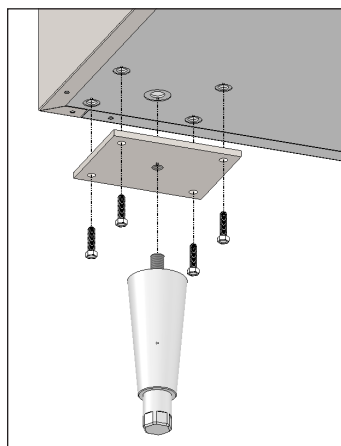

Fig. 1. Instalar a placa de montagem e a perna de nivelamento.
4. Enroscar as pernas de nivelamento na placa de montagem. Ver fig. 1.